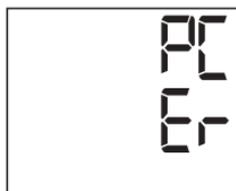

Fig. 2
- Si le transfert de données a échoué, un message d'erreur apparaît sur l'écran du tensiomètre comme dans la Fig. 2.